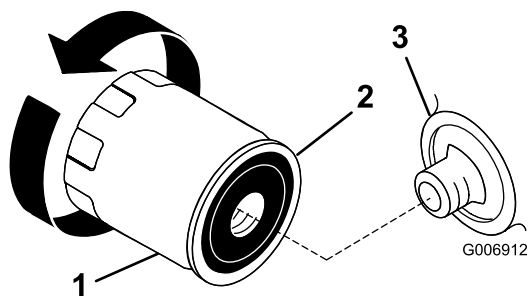

Figura 32
2. Retire el filtro usado y limpie con un paño la superficie de la junta (Figura 32) del adaptador del filtro.